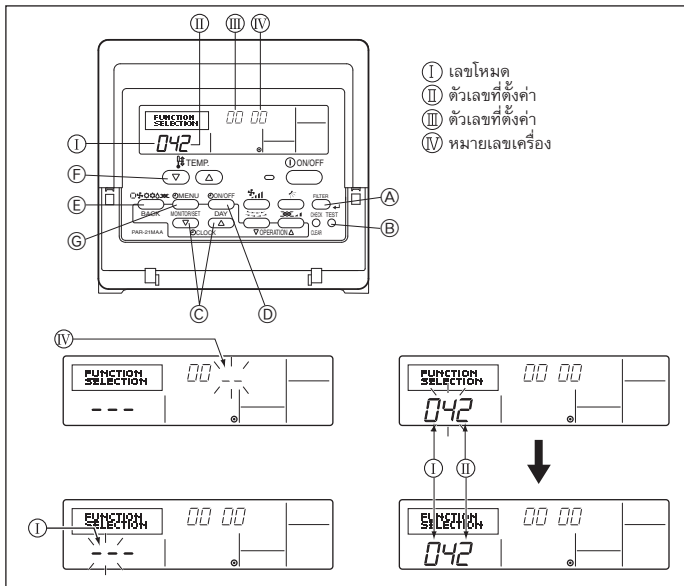

Fig. 6-2
6.2.1. การตั้งฟังก์ชันที่เครื่อง (Fig. 6-2)